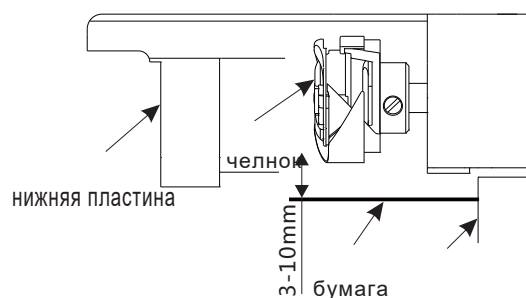
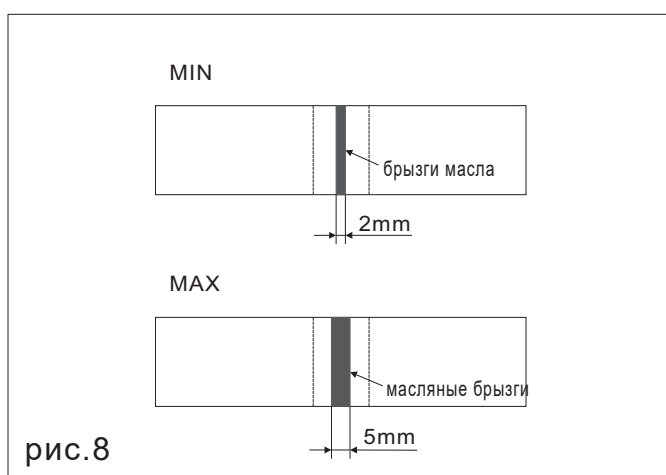

рис.7
рис.8
5 Регулировка объема масла у вращающегося крючка (рис. 6, рис. 7, рис. 8)
2) Вставьте специальную бумагу для подтверждения объема масла, когда швейная машина работает (подробные операции описаны на рис. 8).
1) Оптимальный уровень масла (см. рис.8); Однако следует избегать чрезмерного увеличения или уменьшения. Слишком малый объем масла может привести к нагреву вращающегося челнока, а чрезмерный объем масла может привести к загрязнению швейных материалов.